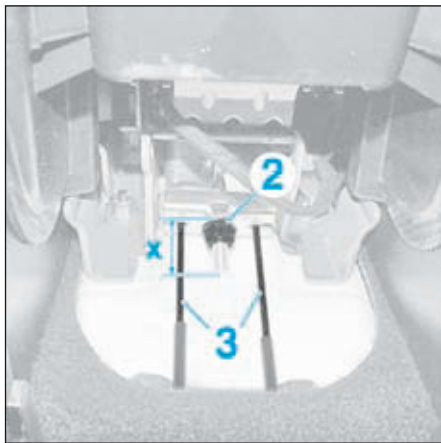

FIG.48
- Serrer l'écrou (2) jusqu'à obtenir X = 25 mm (Fig.48).
- Tasser les câbles de frein de stationnement (3) en tirant énergiquement, à dix reprises, le levier de frein de stationnement.
- Desserrer l'écrou (2) et détendre les câbles de frein de stationnement (3).